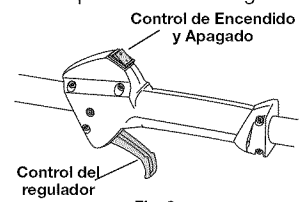

Fig. 8
**NOTA:** No hay necesidad de arrancar la unidad. El control de Encendido/Apagado está en la posición ENCENDIDO (1) en todo momento (Fig. 8).
- Presione y mantenga oprimido el interruptor de control de Encendido y Apagado en la posición APAGADO (O) hasta que el motor se detenga por completo (Fig. 8).
**NOTA:** No hay necesidad de arrancar la unidad. El control de Encendido/Apagado está en la posición ENCENDIDO (I) en todo momento (Fig. 8).
- Agáchese en la posición de arranque (Fig. 8). No oprima el regulador. Coloque el enchufe el arrancador eléctrico con enchufe o el Power Bit Start en la parte trasera de la unidad. Consulte la sección Operación del manual del operador del arrancador eléctrico con enchufe o del Power Bit Start.
- Oprima y mantenga oprimido el botón ON (I) del arrancador eléctrico con enchufe o del Power Bit Start equipado con taladro a intervalos no mayores de 4 segundos hasta que la unidad arranque.
- Espere y deje que la unidad funcione en marcha en vacío por unos 5 a 10 segundos. Si la unidad deja de funcionar durante este tiempo, apriete el control del regulador y, después, oprima y sostenga el botón ENCENDIDO (ON) (I) del arrancador eléctrico con enchufe o del Power Bit Start equipado con taladro a intervalos no mayores de 4 segundos hasta que la unidad arranque.